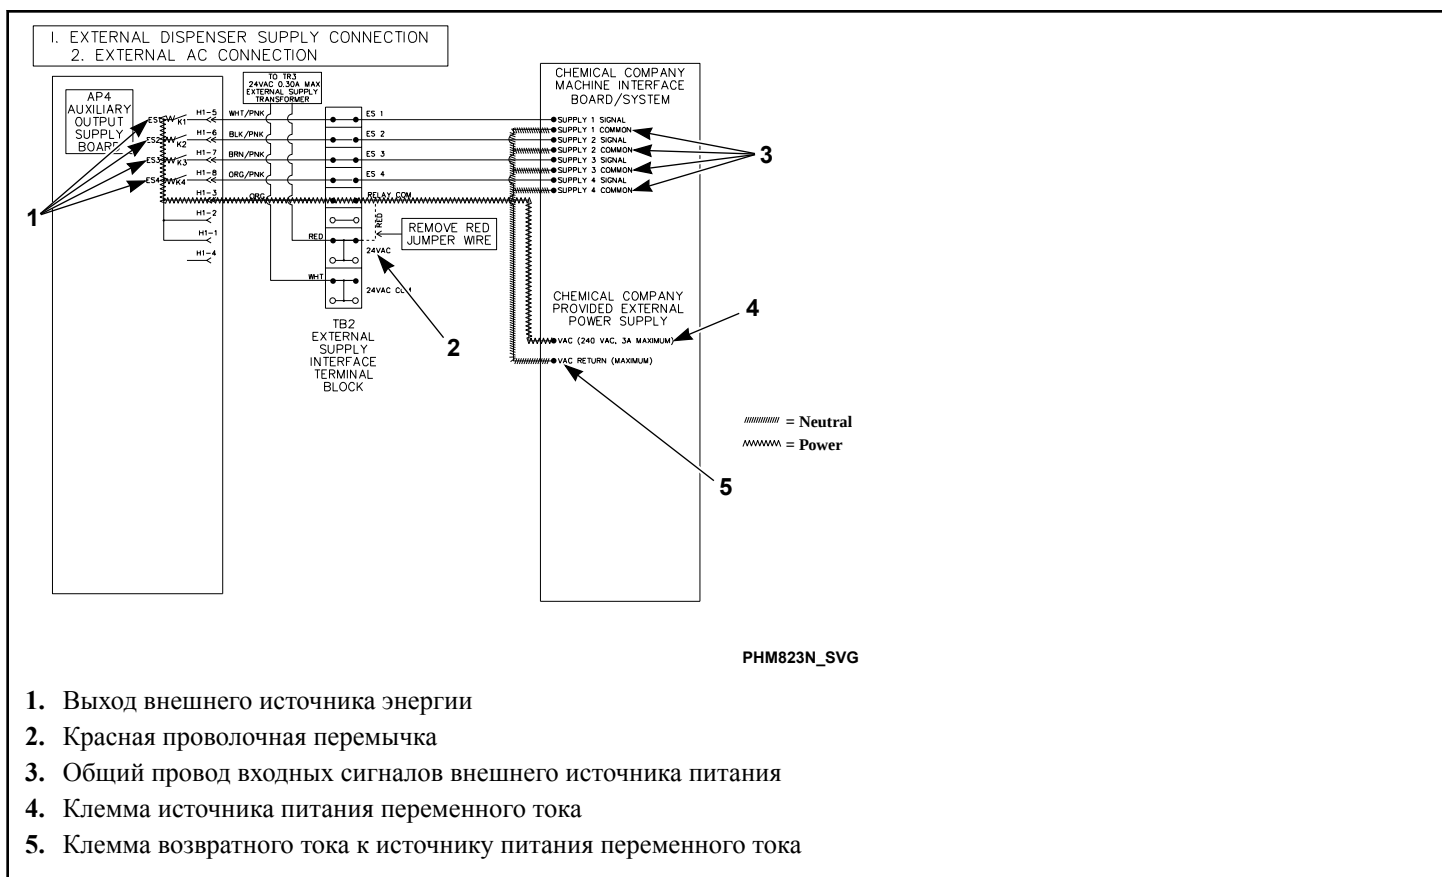

Рис. 28
- Присоедините одну сторону внешнего источника питания к клемме «Выходное реле - Общий провод», а другую сторону к общему проводу входных сигналов внешнего дозатора. См. Рис. 28.